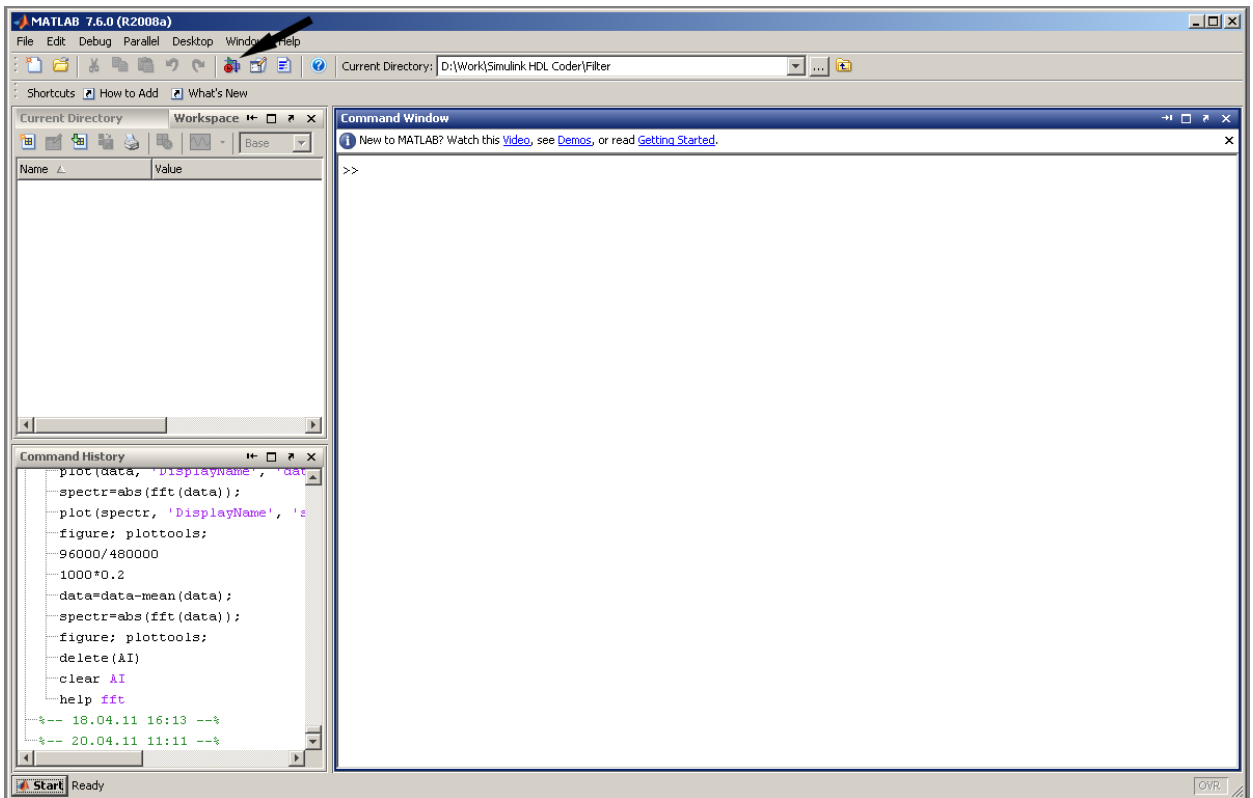

Рис. 2. Пиктограмма Simulink на панели инструментов MatLab
3. Запустите Simulink, нажав на пиктограмму на панели инструментов MatLab (рис. 2).